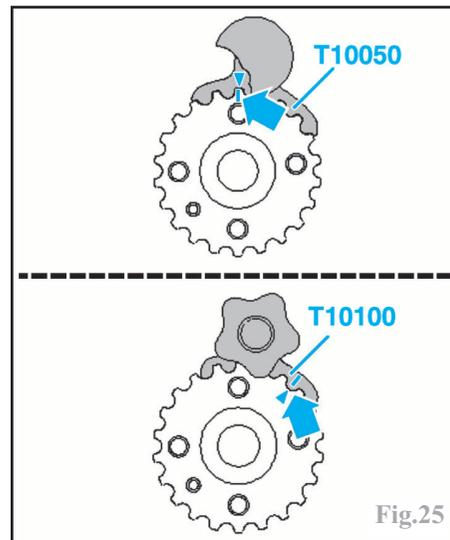

Fig.25
Bloquer la roue dentée de vilebrequin avec le dispositif d'arrêt Audi (ref : T10050) pour moteurs avec roue dentées circulaire de vilebrequin ou le dispositif d'arrêt Audi (ref : T10100) pour moteurs avec roue dentées ovale de vilebrequin (Fig.25).
Les repères de la roue dentée de vilebrequin et du dispositif d'arrêt doivent coïncider (Fig.25).
- le vilebrequin soit bloqué avec le dispositif d'arrêt Audi (ref : **T10050**) pour les moteurs avec roue dentée circulaire ou avec le dispositif d'arrêt de vilebrequin Audi (ref : **T10100**) pour moteurs avec roue dentée ovale (Fig.25).
S'assurer du bon calage du vilebrequin à l'aide de l'outil Audi (ref : T10 050 ou T10 100) (Fig.25).
Tourner le vilebrequin dans le sens de rotation du moteur jusqu'à ce qu'il soit possible de caler le vilebrequin à l'aide de l'outil Audi (ref : T10 050 ou T10 100) (Fig.25).